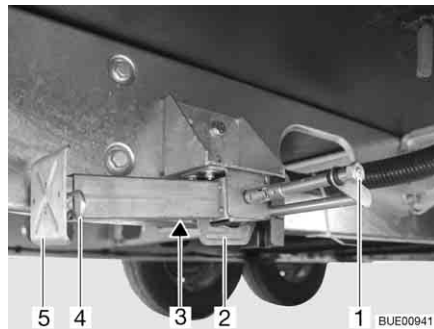

Fig. 32 Apoyo de elevación
- Colocar la llave de vaso en el hexágono (Fig. 32,1) y girarla hasta que el apoyo de elevación quede verticalmente hacia abajo.
- En caso de que la longitud del apoyo de elevación sea ajustable, extraer la clavija hendida (Fig. 32,4) de la prolongación del pie de apoyo (Fig. 32,5).
- Colocar la llave de vaso en el hexágono (Fig. 32,1) y girarla hasta que el apoyo de elevación esté de nuevo libre del suelo.
- Introducir totalmente la prolongación del pie de apoyo (Fig. 32,5) e introducir la clavija hendida (Fig. 32,4) en el orificio previsto para ello que hay en la prolongación del pie de apoyo.
- Girar el hexágono (Fig. 32,1) hasta que el apoyo de elevación se haya girado hacia arriba y la guía (Fig. 32,2) tenga contacto con el extremo de la ranura (Fig. 32,3).